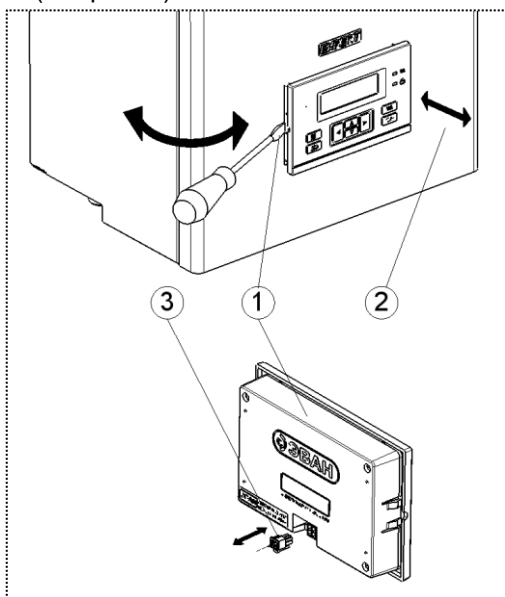

Рисунок 5. Снятие блока управления
**6.1.1** Аккуратно подденьте плоской отвёрткой место примыкания блока управления (1) и лицевой панели (см. рис. 5).